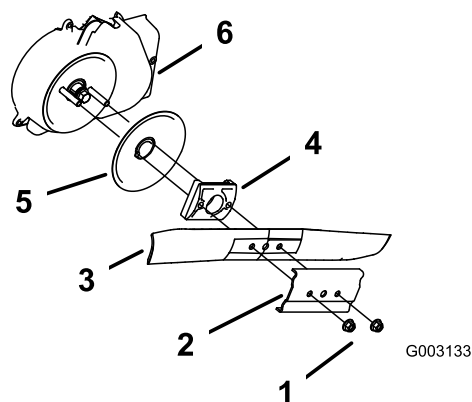

Рисунок 33
3. Отверните 2 гайки крепления ножа и прижим (Рисунок 33).
4. Извлеките нож (Рисунок 33).
5. Установите новый нож (Рисунок 33).